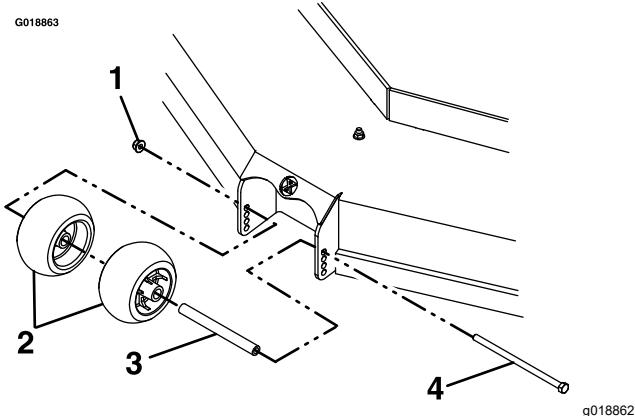

Figura 29
4. Despues de ajustar la altura de corte, ajuste los rodillos protectores del césped retirando las fijaciones de montaje (Figura 29).
6. Apriete la contratuerca (3/8") a 41-47 N·m (30-35 pies-libra), como se muestra en la Figura 29.